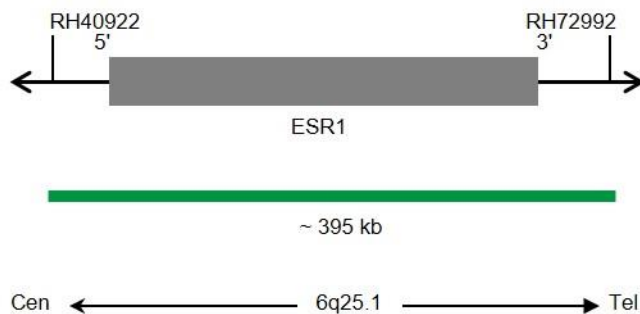

Abb. 1: SPEC ESR1 Sondenlokalisierung (nicht maßstabsgetreu)
- ZyGreen (Anregung 503 nm/Emission 528 nm) markierten Polynukleotiden (~10 ng/μl), die gegen Sequenzen in 6q25.1* (chr6:152,083,365-152,478,947) gerichtet sind, welche die ESR1-Genregion enthalten (siehe Abb. 1).